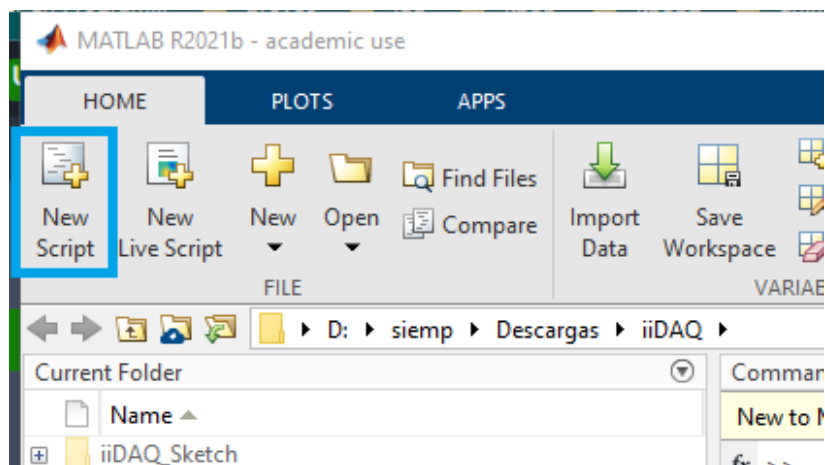
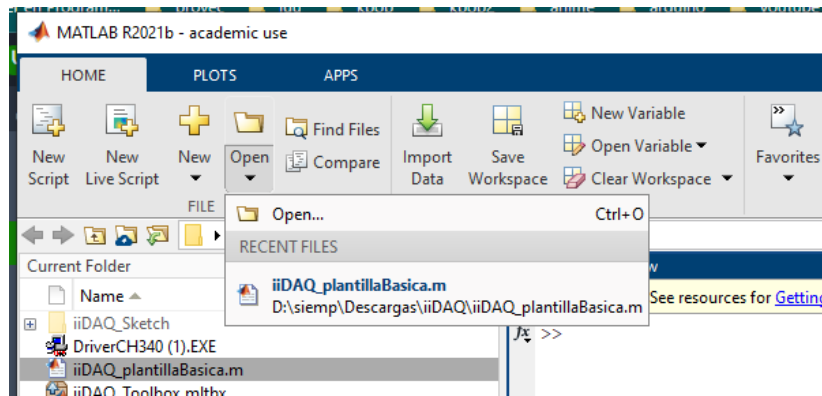

Figura 5.3: Nuevo Script
Figura 5.4: Abrir Proyecto
2. En la pestaña *HOME* > *New Script* (Figura 5.3), dar clic para abrir un Script y comenzar a programar las líneas de código necesarias para la adquisición de datos con iiDAQ. En su defecto, podemos adelantar el proceso con ayuda de nuestra plantilla básica, para esto, dar clic en *HOME* > *Open* (Figura 5.4) y buscar el archivo en nuestra carpeta de proyecto iiDAQ.